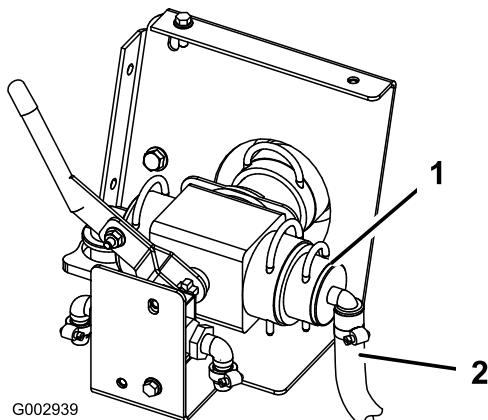

Figura 21
21. Collegate il gruppo flessibile da 3/4 poll. al gruppo valvola di comando rivolto verso la parte anteriore del veicolo (Figura 21).